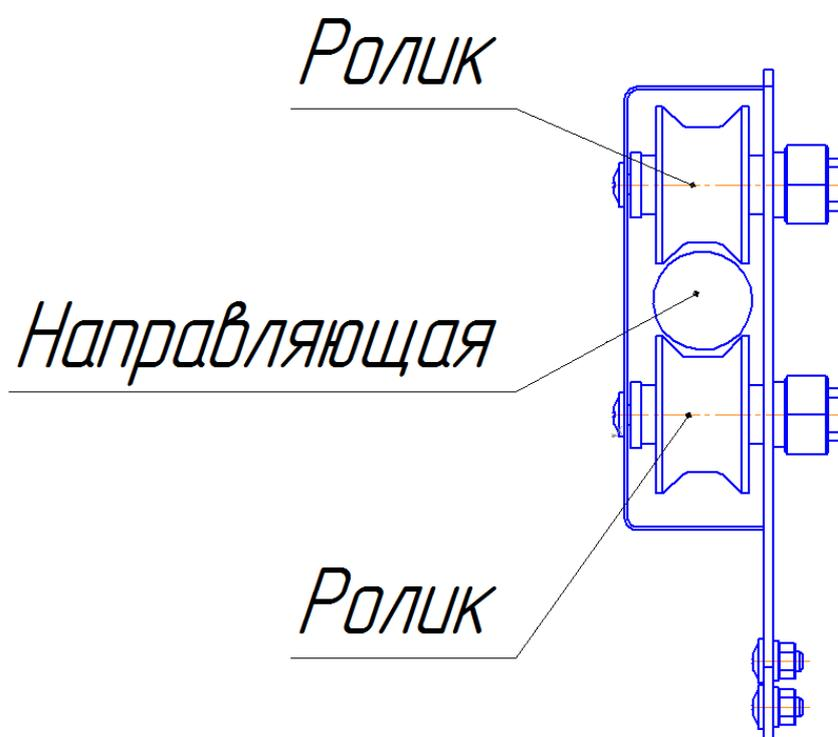

рис. 2.
3. Сдвиньте ролики к направляющей и затяните гайки М16 на оси ролика (рис.2.).